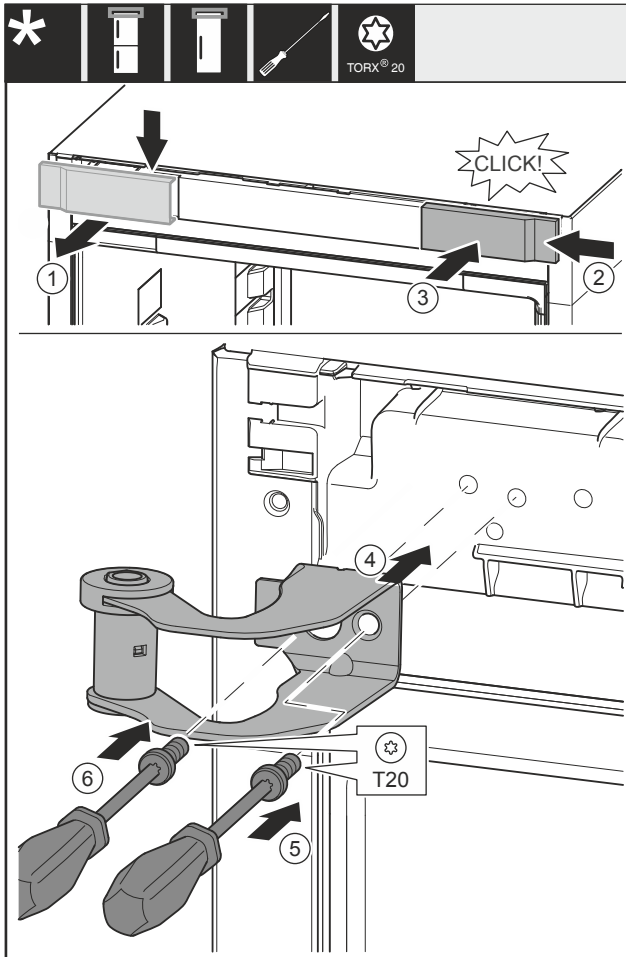

Fig. 12
- ▶ Odeberte kryt Fig. 12 (1) shora dopředu.
- ▶ Kryt Fig. 12 (2) otočený o 180° zavěste na druhou stranu zprava.
- ▶ Zaklapněte kryt Fig. 12 (3).
- ▶ Nasadte horní stojan ložiska Fig. 12 (4).
- ▶ Utáhněte šroub Fig. 12 (5).
- ▶ Utáhněte šroub Fig. 12 (6).